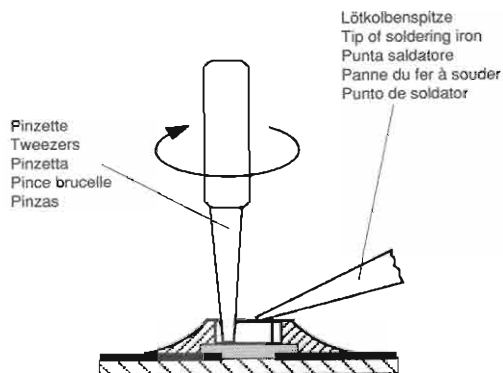

Fig. 2
2. Schritt: CHIP-Enden, bzw. das komplette CHIP-Bauteil erwärmen. CHIP von der Klebung ohne Kraftaufwand abdrehen, damit unter dem CHIP liegende Leiterbahnen nicht abgerissen werden (Fig. 2).
2. step: Warm up the ends of the CHIP or the whole CHIP component and remove the CHIP from the adhesive by turning it without application of force so that the tracks beneath the CHIP do not break (Fig. 2).
2. Chauffer légèrement les contacts externes du composant CMS ou le composant lui-même. Retirer ce dernier avec précaution en le tournant afin d'éviter un arrachement des circuits imprimés situés sous le composant (Fig. 2).
2. Riscaldare le superfici di contatto del CHIP risp. te tutto il CHIP e staccarlo con cautela. Attenzione a non esercitare forza per non danneggiare le piste sottostanti (Fig. 2).
Segundo paso: Calentar los extremos o todo el CHIP y girarlo con las pinzas. No hacer fuerza para que la placa de circuito impreso no resulte dañada. Cuidar de que las pistas situadas debajo del CHIP no se suelten de la placa, ya que éstas también están pegadas (Fig. 2).